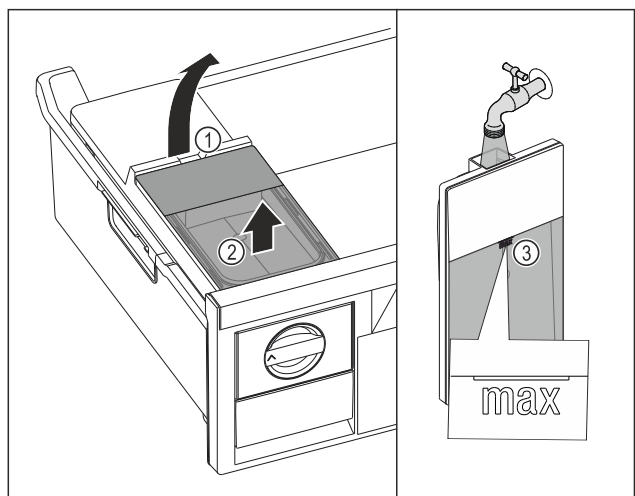

Fig. 96
- ▶ Watertank aan de uitsparing Fig. 96 (1) optillen.
- ▶ Watertank naar boven toe verwijderen. Fig. 96 (2)
- ▶ Watertank tot de markering Fig. 96 (3) vullen met drinkwater.